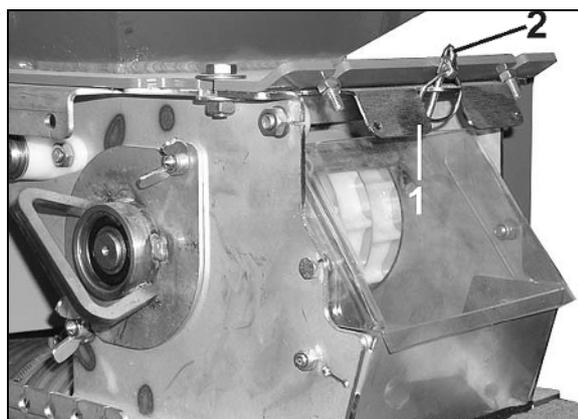

Fig. 89
1. Retire el pasador clavija (Fig. 89/2) (sólo necesario para cerrar el depósito de semillas lleno con la corredera (Fig. 89/1).